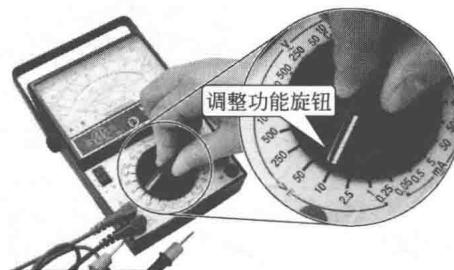

图 1-5 调整万用表功能旋钮
① 选择挡位 将万用表的红黑表笔连接到万用表的表笔插孔中，并将功能旋钮调整至直流电压最高挡位，估算被测量电压大小选择量程，如图 1-5 所示。